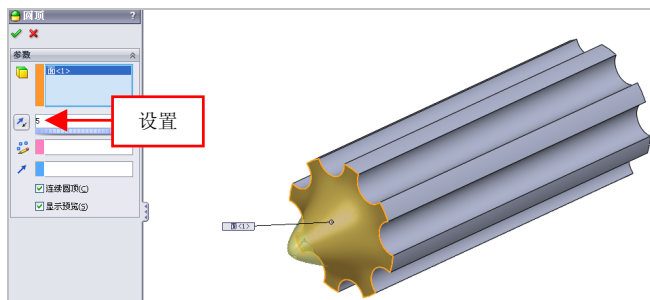

图 14-6 设置参数值
(6) 在【特征】选项卡中，单击【圆顶】按钮, 弹出【圆顶】属性管理器，选择合适的面，设置【距离】为 5，如图 14-6 所示。